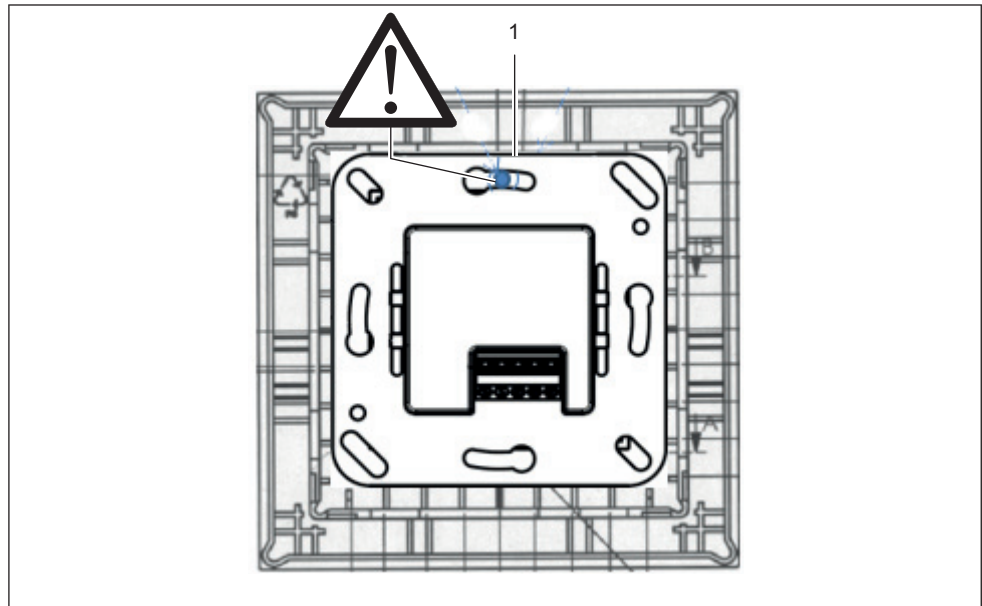

Fig. 19: Inserire il lettore WRU 220 nel modulo cieco
2. Inserire il lettore A FILO IN ALTO nel modulo cieco (Fig. 19/1).